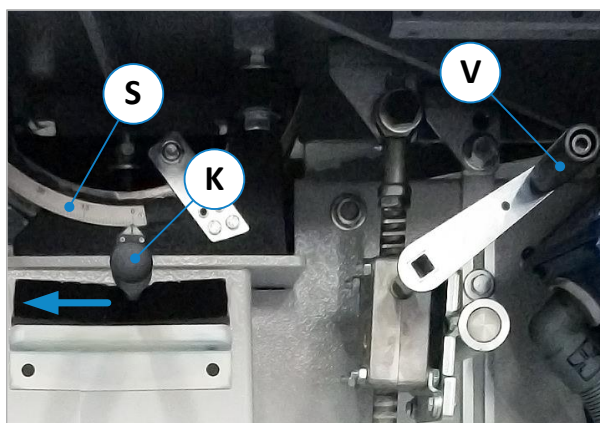

Abbildung 69: Tischselenkeinrichtung
- Lösen Sie zunächst die Klemmung, indem Sie den Klemmhebel (K) ganz nach links schwenken (siehe Pfeilrichtung in ⇒ Abbildung 69).
- Stellen Sie den gewünschten Neigungswinkel für den Maschinentisch mit der Handkurbel (V) und durch Ablesen der Winkelskala (S) ein.
- Fixieren Sie die eingestellte Position, indem Sie den Klemmhebel (K) wieder in die rechte Stellung zurückschwenken.